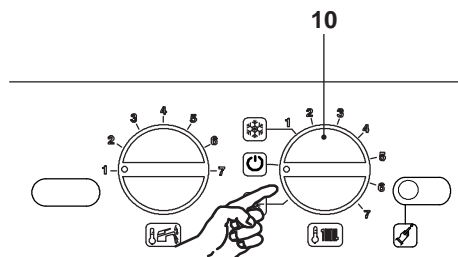

Figura 8.14
- Per uscire dalla programmazione posizionare il selettore di funzione 10 in "U" (Figura 8.14), oppure togliere alimentazione elettrica alla caldaia.